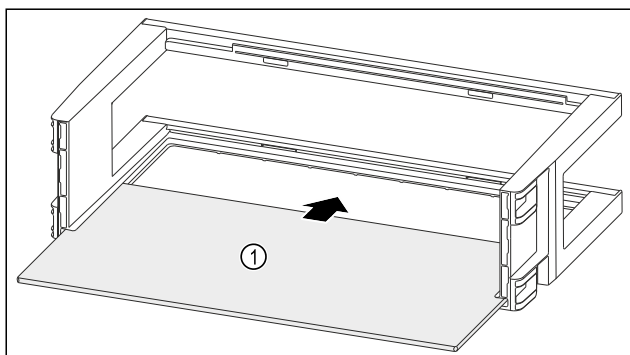

Fig. 123
- Вкарайте рафта Fig. 123 (1) в страничните прорези.